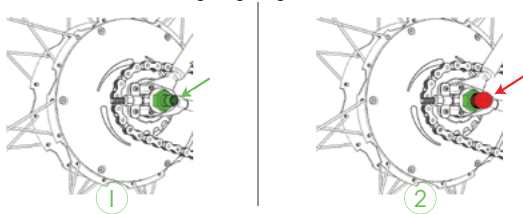

Abbildung 1: 6-poliger Ladekabel-Stecker (1) und Schutzkappe (2)
- Verwenden Sie das Fahrrad **NIEMALS** ohne Schutzkappe auf der Ladebuchse (siehe Abbildung 1). Wenn das Fahrrad ohne Schutz der Ladebuchse verwendet wird, erlischt der Gewährleistungsanspruch.
- **WENN Ihr BIKE all in one eine 6-polige Steckverbindung hat (siehe Abbildung 1), achten Sie bitte darauf, den 6-poligen Stecker des Ladekabels korrekt ausgerichtet an der 6-poligen Buchse anzustecken.** Andernfalls kann es zu Kurzschlüssen kommen. Wenn das Ladegerät nicht korrekt angeschlossen wird, erlischt die Gewährleistung. Verursachen Sie keinen Kurzschluss an den Steckerstiften des Ladegeräts.